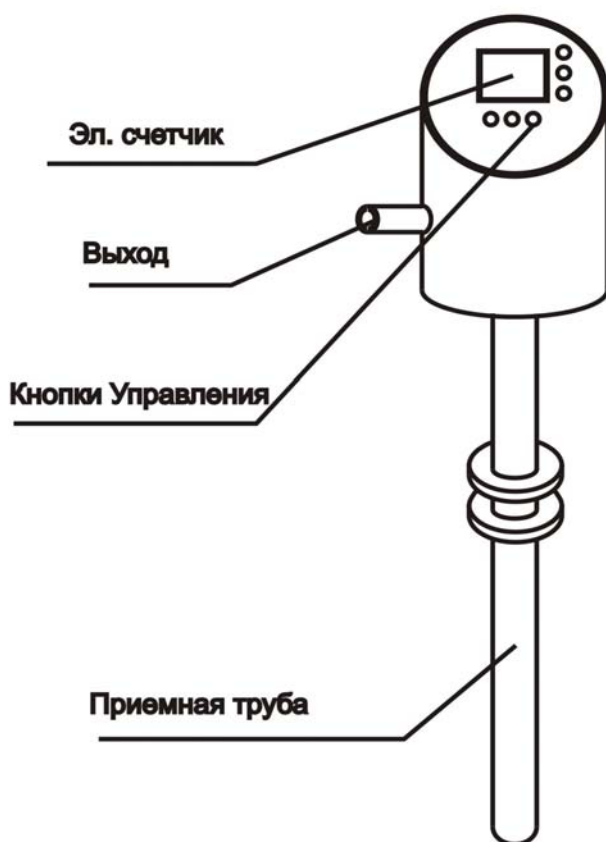

Рисунок 1
3.1 Дозатор присадки ТДЖ 003.07 (рис. 1) состоит из дозатора с приемной трубой, раздаточного пистолета, подающего шланга, проводов питания.